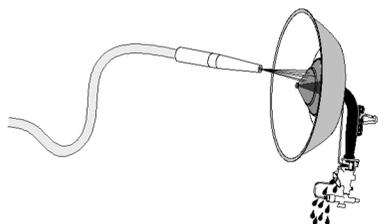
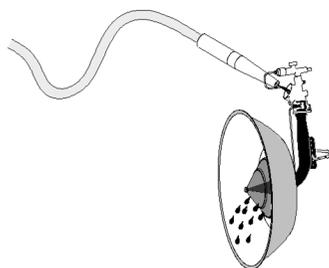

Fig. 17
Fig. 18
### b) Limpieza con agua (Fig. 17 y Fig. 18)
- Coloque el radiador en posición vertical, con la entrada de gas hacia abajo. Proteja con la mano o una bolsa la válvula de seguridad y rocíe con el chorro de agua varias veces toda la superficie de los conos para eliminar el polvo del cono interno. El agua debe salir por la entrada de aire del radiador (Fig. 17).
- Dele la vuelta al equipo y dirija el chorro de agua a través de la abertura de entrada de aire. El agua debería salir por los conos (Fig. 18).
### a) Cleaning with water (Fig. 17 and Fig. 18)
- Place the brooder upright, with the gas inlet facing down. Protect the safety valve with your hand or a bag and spray the entire surface of the cones several times to clean the dust from the internal cone. The water should come out of the brooder's air inlet (Fig. 17).
- Turn the system over and aim the water jet through the air inlet opening. The water should come out through the cones (Fig. 18).
### b) Nettoyage à l'eau (Fig. 17 et Fig. 18)
- Disposer le radiateur verticalement, l'entrée d'air vers le bas. Protéger la vanne de sécurité avec la main ou un sachet et passer le jet d'eau à plusieurs reprises sur toute la surface des cônes afin d'éliminer la poussière du cône interne. L'eau doit ressortir par l'entrée d'air du radiateur (Fig. 17).
- Retourner l'équipement et orienter le jet d'eau à travers l'ouverture d'entrée d'air. L'eau doit ressortir par les cônes (Fig. 18).